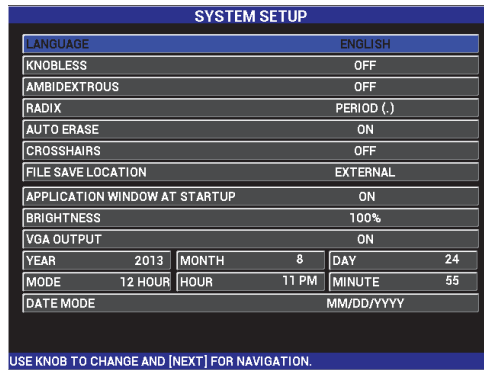

図 4-8 システム設定画面
1. 設定メニューキーを 2 回押し () B キーを押して**システム設定**画面に進みます (86 ページの図 4-8 を参照)。